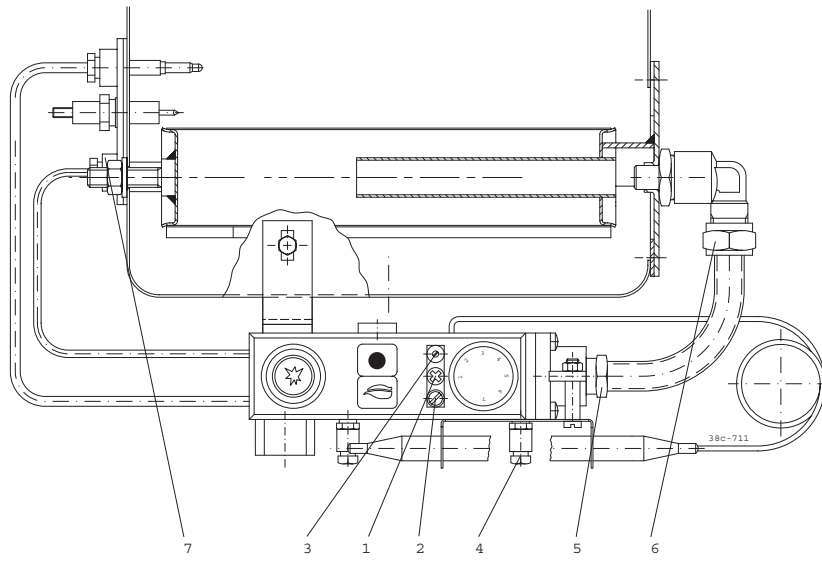
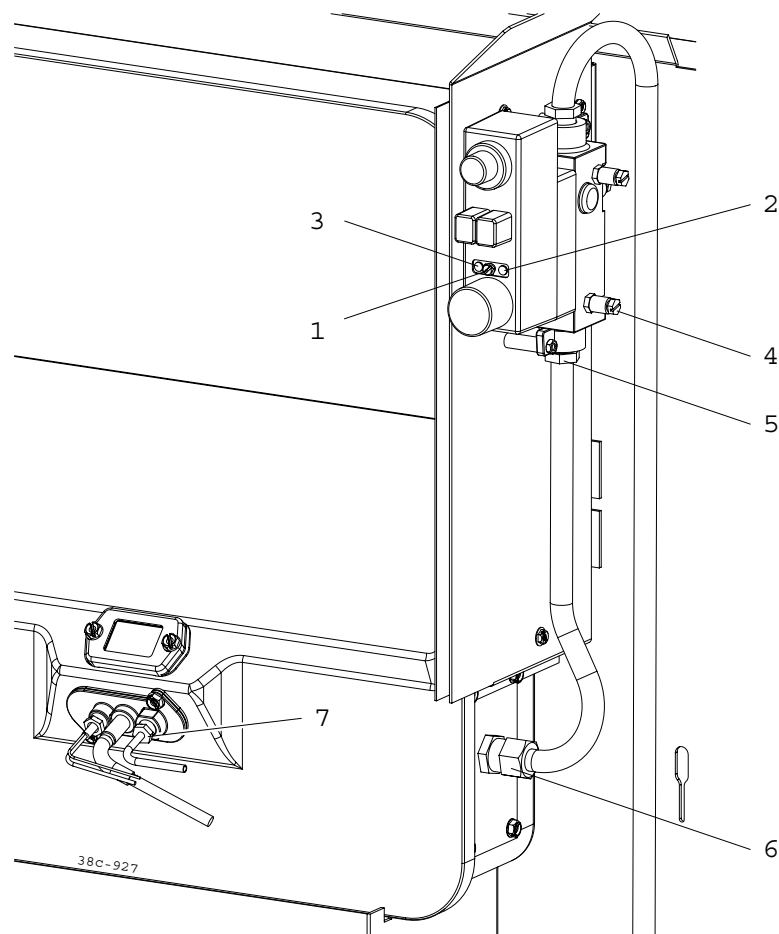

fig 9
fig 10
1. Cabeça de injector do piloto (fig. 9, pág. 61 / fig. 10, pág. 61)
2. Válvula da grande chama (fig. 9, pág. 61)
2. Válvula da grande chama (fig. 10, pág. 61).
3. Cabeça de injector de ajustamento de precisão (fig.9, pág. 61)
3. Cabeça de injector de ajustamento de precisão (fig. 10, pág. 61)
4. Ajustamento da pressão do queimador (fig. 9, pág. 61 / fig.10, pág. 61)